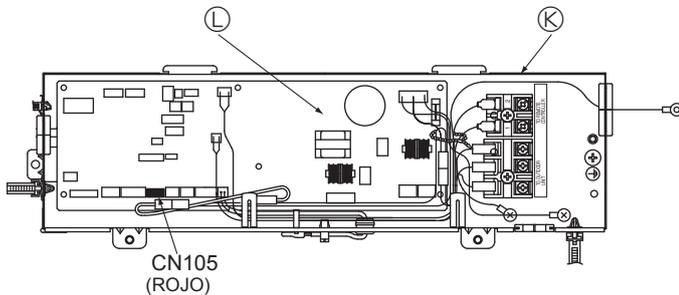

Fig. 6-2
3. Para la interfaz de radiofrecuencia. Conecte el cable eléctrico al conector CN105 (ROJO) de la placa del controlador interior. (Fig. 6-2)